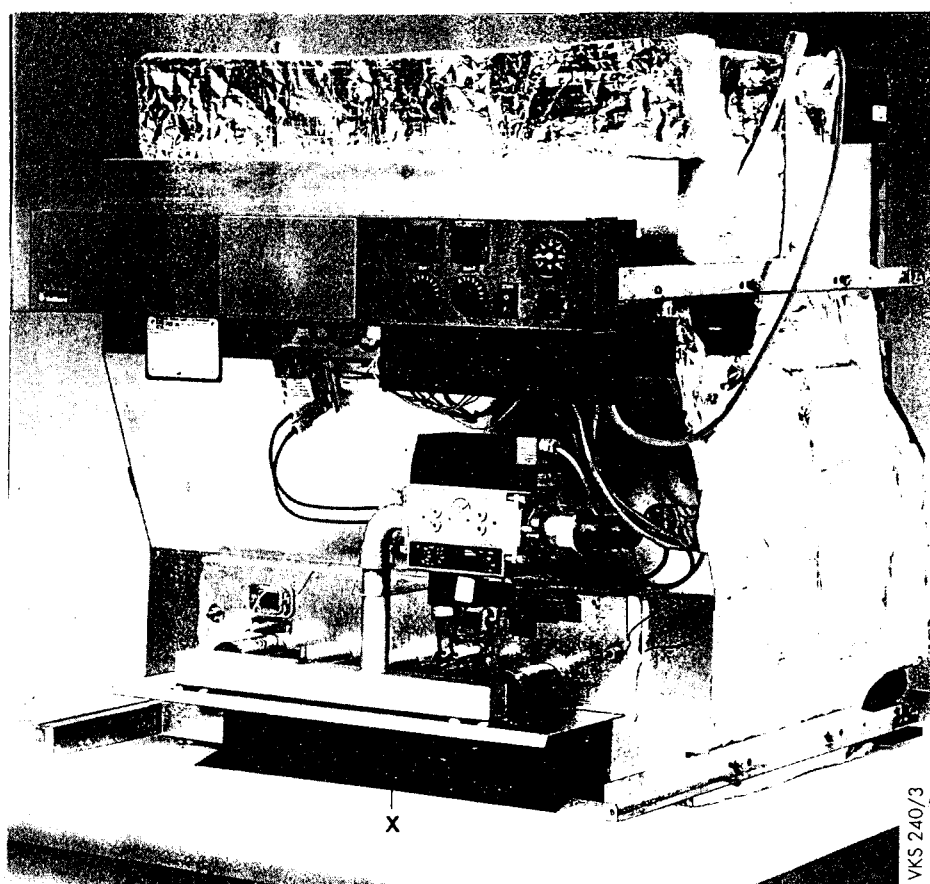

Рис. 12
- Шестигранные гайки анкерных штанг завернуть только вручную, для избежания высоких напряжений. На рис. 4 показан котел VK 96/3-2 EU до VK 156/3-2 EU при поставке в сборе. На рис. 12 показан котел VK 60/3-2 EU до VK 84/3-2 EU при поставке в сборе.
На рис. 12 показано состояние поставки котла VK.../3-2 EU (в сборе).
- Вставить до упора нижний лист (X, рис. 12).